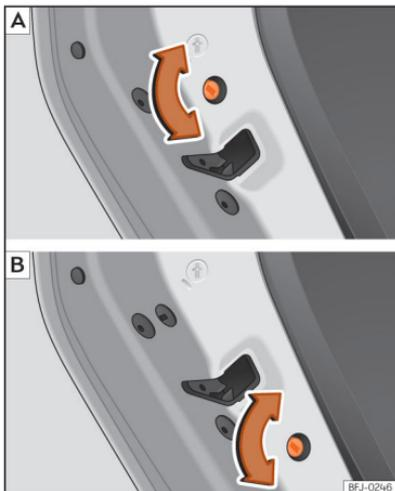

Abb. 75 Kindersicherung in der linken Tür (symmetrisch in der rechten Tür). Je nach Version oder Land ist im Fahrzeug die Modellvariante **A** oder **B** verbaut.
- Drehen Sie bei geöffneter Tür den Schlitz mit dem Fahrzeugschlüssel an den linken Türen im Uhrzeigersinn »» (Abb. 75) und bei den rechten Türen gegen den Uhrzeigersinn.
- Drehen Sie bei geöffneter Tür den Schlitz mit dem Fahrzeugschlüssel an den linken Türen gegen den Uhrzeigersinn »» (Abb. 75) und bei den rechten Türen im Uhrzeigersinn.